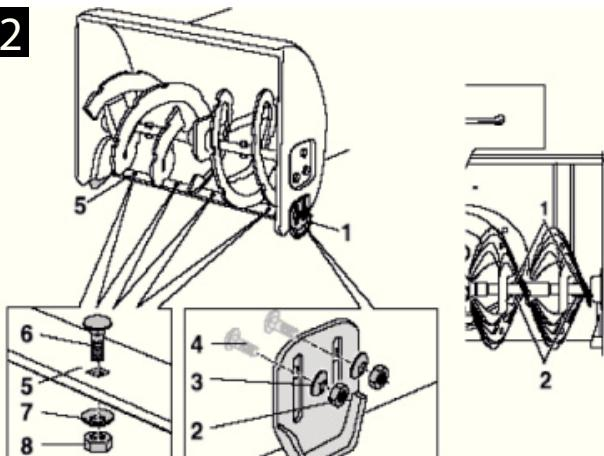

Рисунок 12
1. Открутите винты (6) и гайки (8) с шайбами (7) крепления подрезного ножа к корпусу шнека см. рис.12.
2. Замените подрезной нож (5).